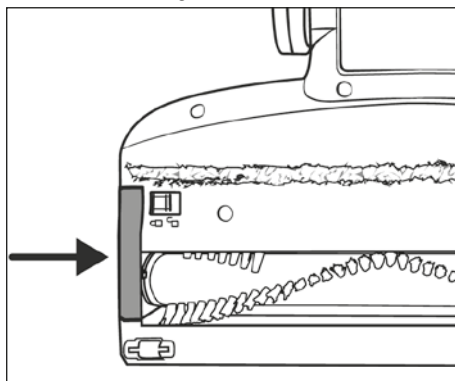

Fig. 27
- 6) Remplacez le support de rouleau de brosse 20 dans la brosse de sol 22. Poussez-le vers le bas jusqu'à ce qu'il s'enclenche dans la brosse de sol 22 avec un clic (voir fig. 27).